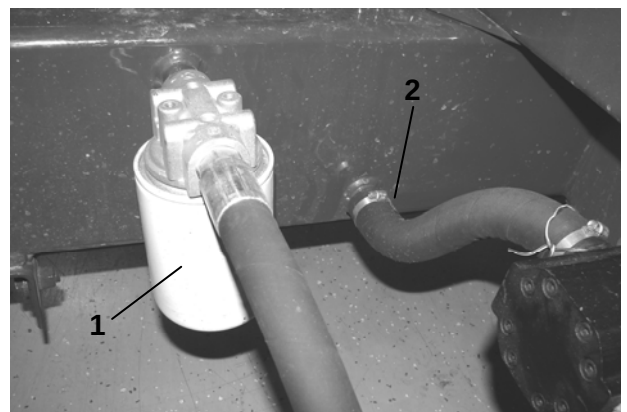

Figura 20
2. Retire el filtro hidráulico y limpie la brida de montaje (Figura 20).
1. Desconecte la manguera de aspiración de la base del depósito, al lado del filtro hidráulico (Figura 20).